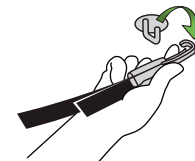

Figure 71
- Insérez et maintenez le ressort de rétention sur le Crochet d'Attaches, puis retirez le Crochet d'Attaches, tel qu'illustré dans la **Figure 71**.